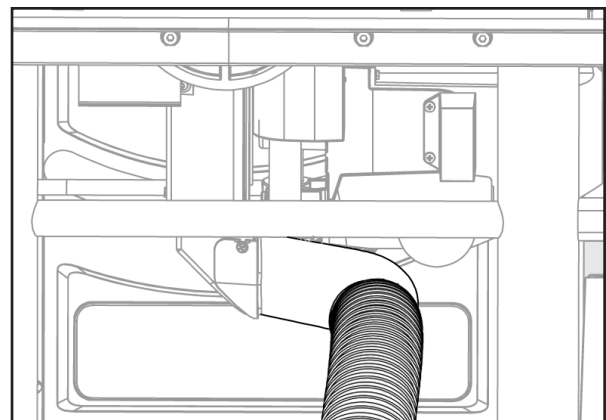

Figura 33
1. Conecte 2 1/2 pulgada una manguera de recolección de polvo o aspiradora de taller al puerto para polvo en la parte posterior de la sierra para obtener la mejor recolección de polvo. Véase la Figura 33.